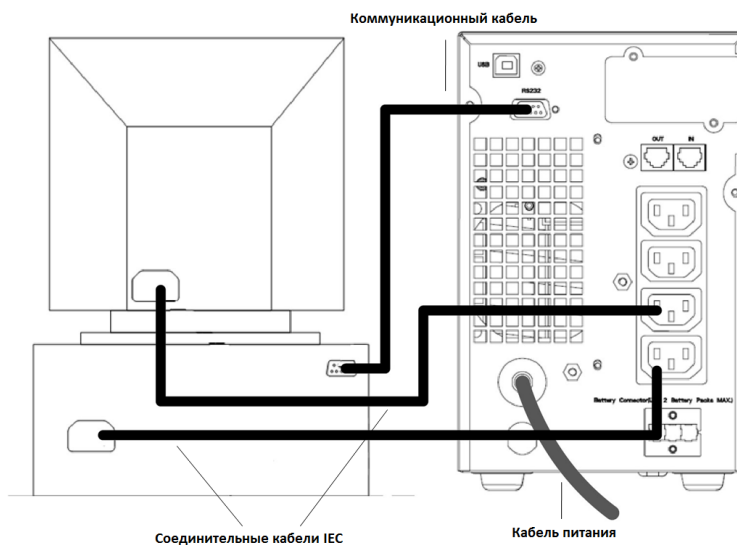

Рис. 3. Пример подключения устройств Plug&Play
- По завершении зарядки подключите оборудование к ИБП, см. пример на **Рис. 3**.